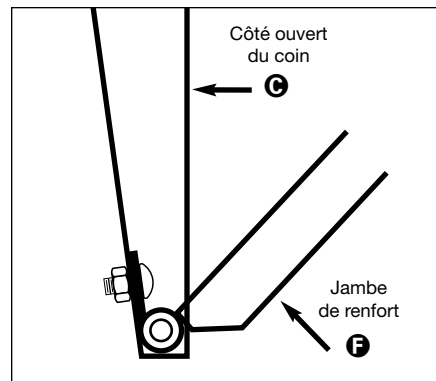

Figure 1
2. Déposer le coin de la jambe intérieure **C** et monter le renfort de jambe **F** comme il est illustré à la figure 1. L'emplacement de la goupille d'articulation est un élément d'assemblage important. La goupille doit être orientée comme l'indique la figure 1 pour que l'appareil puisse se replier correctement. La goupille se monte sur la face intérieure du côté ouvert du coin. Utiliser deux (2) boulons à tête ronde de 10-24 x 1/2 po et deux (2) écrous à rondelle dentée 10-24.